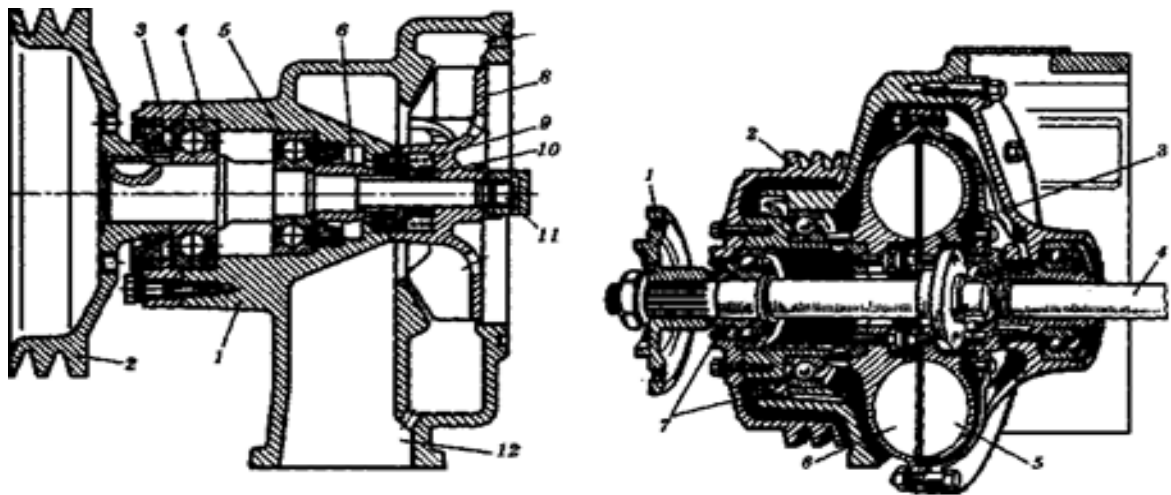

Рис. 3. Схема рідинного насоса двигуна КамАЗ-740:
10. Вивчіть будову рідинного насоса (рис. 3).
3. Вивчіть будову рідинного насоса (рис. 3).